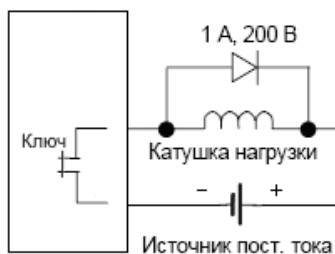

Рис.1 Схема подключения индуктивной нагрузки к выходному устройству.
1.2 Чтобы избежать подобных неприятностей, рекомендуется подключать к индуктивности диод, как показано на рис.1. Когда ключ замкнут, диод смещён в обратном направлении, при размыкании ключа диод открывается, тем самым уменьшая потенциал на ключе.
1.3 Недостаток схемы изображенной на рис. 1, то, что она затягивает затухания тока, этот недостаток можно компенсировать включением вместо обычного диода, зенеровский диод. Но практика показывает, что в большинстве случаев, достаточно обычного диода.